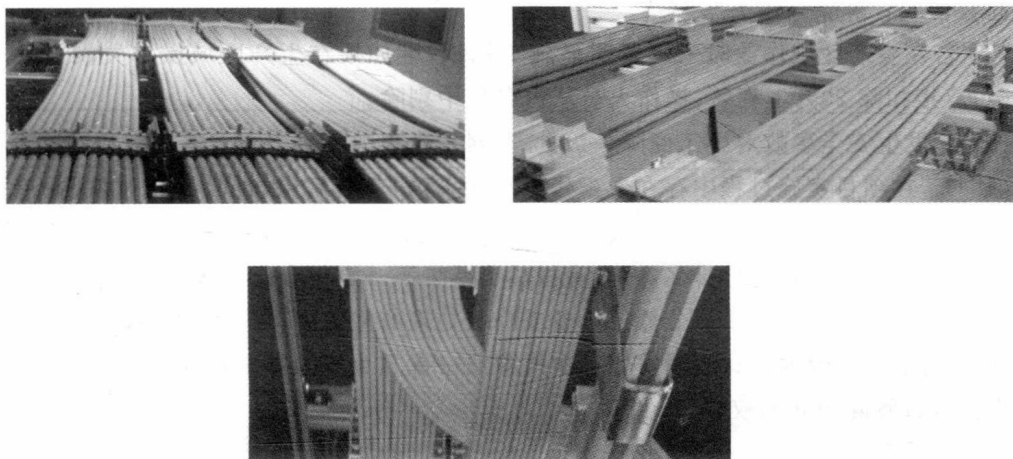

图 1-1
(1) 施工时必须做到:水平光缆横平竖直(见图 1-1);标签内容准确、清晰;光缆余长可盘绕在机柜顶部或者核心网络区域机架内部。
(2) 本排机架施工生产、带外网线,直接在机柜顶部连接隔壁机架网络设备或者服务器,网线不上弱电桥架。
(3) 跨排机架施工生产、带外网线,相关线路必须上弱电桥架后再连接相关机架网络设备或服务器。
(4) 网线余长以圆形盘圈方式盘放在机架顶部或机柜壁上。